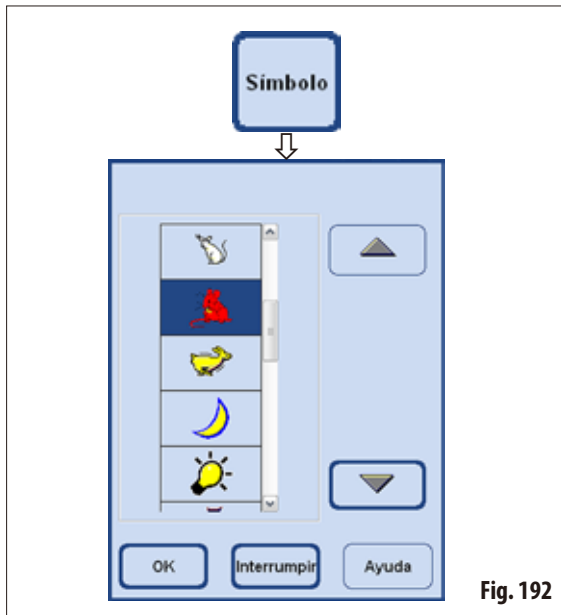

Fig. 192
- Pulsar la tecla **SÍMBOLO** y se abrirá una ventana para elegir entre diferentes símbolos (fig. 192).